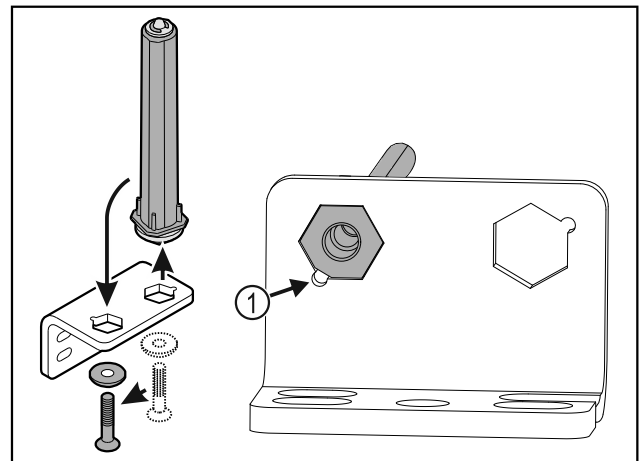

Fig. 40
- Verificare che durante l'inserimento lo smusso del perno Fig. 40 (1) sia rivolto verso il foro circolare.